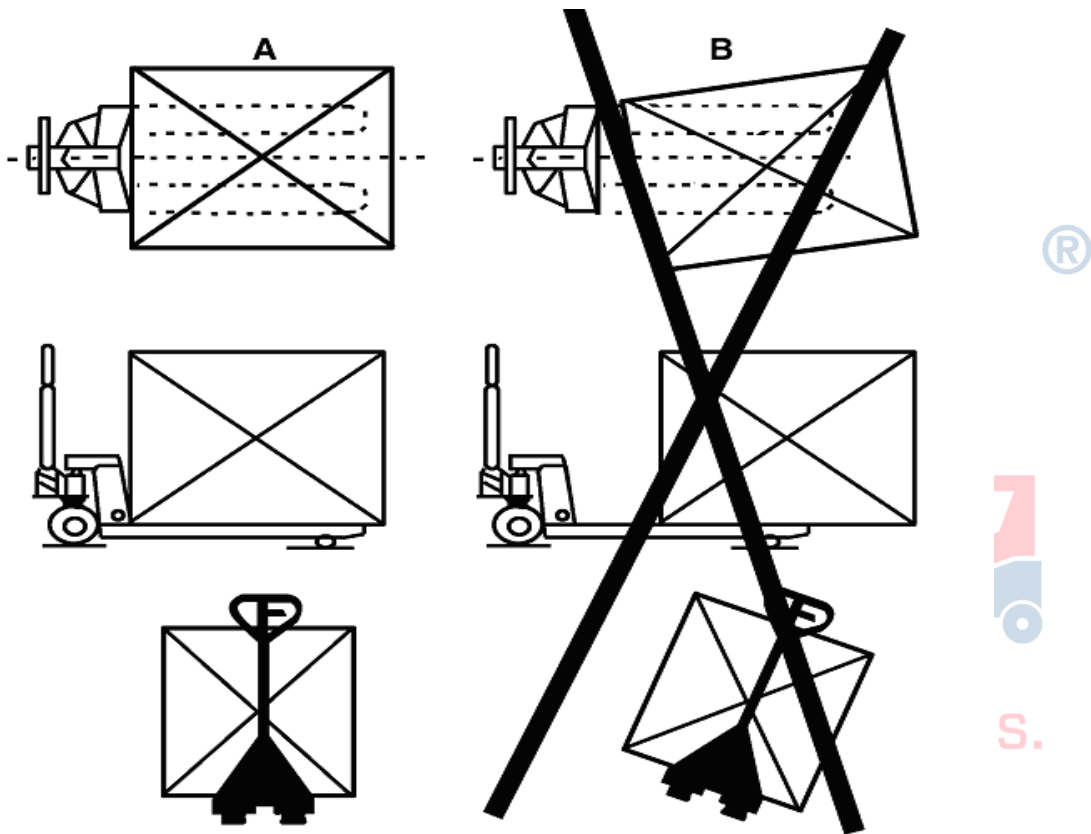

Abbildung 5
- f) Befördern Sie keine Güter wie in Abb. 5/B.